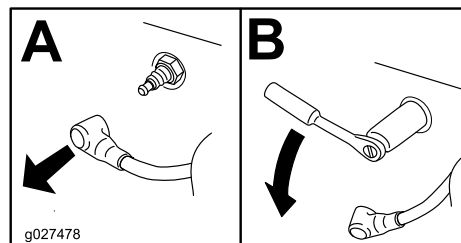

Рисунок 35
3. Найдите и снимите свечу (свечи) зажигания, как показано на Рисунок 35.